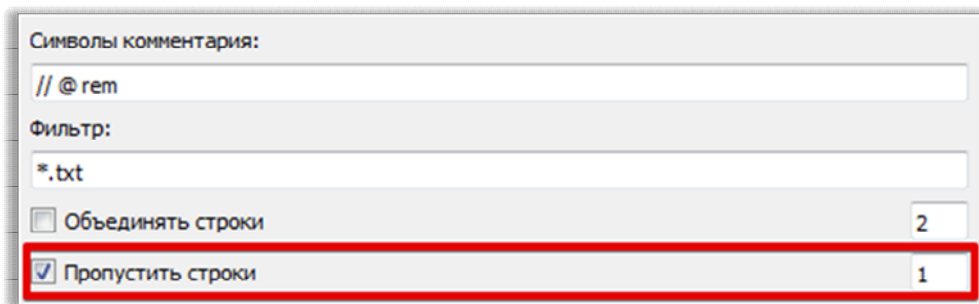

Рисунок 5.49
- в разделе **Настройки шаблона** (рисунок 5.49) установите флажок в позиции **Пропустить строки** и задайте в поле количество строк – *1*;